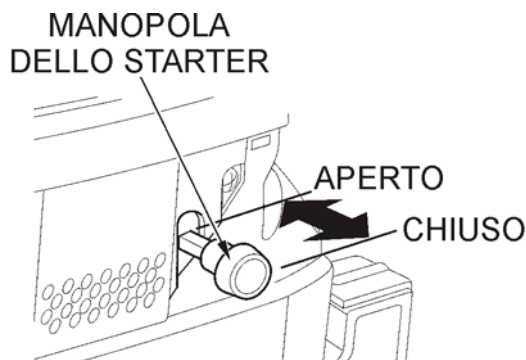

Figura 9. Manopola dello starter
5. Per avviare il motore a freddo, tirare la manopola dello starter (figura 9) in posizione di **chiuso**. A motore caldo o a temperature normali o alte, è possibile mettere in moto la macchina con lo starter completamente o mezzo **aperto**.